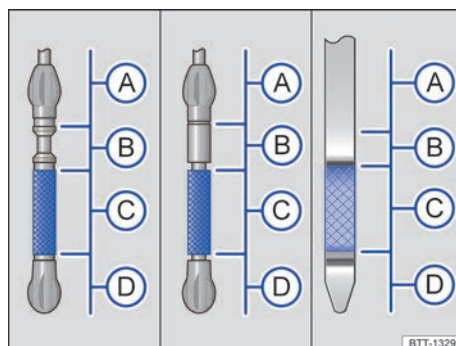
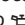

Fig. 299 Marcas del nivel de aceite del motor en la varilla de medición del nivel de aceite (variantes).
Fig. 300 En el vano motor: tapa de la boca de llenado de aceite del motor (representación esquemática).
Si se somete el motor a grandes esfuerzos (p. ej., si se realizan largos recorridos por autopista en verano, se circula con remolque → pág. 324 o se atraviesan puertos de alta montaña), el nivel de aceite debería encontrarse en la zona superior permitida de → fig. 299 .
Leyenda de la fig. 299:
4. Localice la boca de llenado de aceite del motor y la varilla de medición del nivel de aceite. La boca de llenado se reconoce por el símbolo  que hay sobre la tapa → fig. 300, y la varilla de medición, por su extremo superior de color. Si no tiene claro dónde se encuentran la tapa y la varilla de medición, acuda a un taller especializado.
7. Extraiga nuevamente la varilla de medición y compruebe en ella el nivel de aceite → fig. 299 tal y como sigue:
- (A) El nivel de aceite del motor está demasiado alto. Dado el caso, tenga en cuenta los mensajes que se muestran en la pantalla del cuadro de instrumentos y **avise a un taller especializado** → .
- (B): **No añada aceite del motor** → . Continúe en el paso 16.
- (C) El nivel de aceite del motor es correcto. Se puede añadir aceite hasta el **límite superior de esta zona** si, p. ej., se somete el motor a grandes esfuerzos → fig. 299. Continúe en el paso 8 o 16.
- (D) El nivel de aceite del motor está demasiado bajo. **Añada sin falta aceite del motor**. Continúe en el paso 8.
9. Desenrosque la tapa de la boca de llenado de aceite → fig. 300.
13. Al final del proceso, el nivel de aceite debería encontrarse por el centro de la zona → fig. 299 (C). El nivel de aceite no debería encontrarse en la zona → fig. 299 (B), por encima de → fig. 299 (C), y no deberá encontrarse nunca en la zona → fig. 299 (A) → .
14. Si por descuido ha añadido demasiado aceite y el nivel se encuentra en la zona → fig. 299 (A), **no ponga el motor en marcha**. Avise a un taller especializado y, dado el caso, solicite la ayuda de personal especializado.
- Si por descuido ha añadido demasiado aceite del motor y el nivel se encuentra en la zona → fig. 299 (A), no ponga el motor en marcha. Avise a un taller especializado y, dado el caso, solicite la ayuda de personal especializado. ¡De lo contrario podrían dañarse el catalizador y el motor!
El nivel de aceite del motor no deberá encontrarse nunca por encima de la zona → fig. 299 (B). De no ser así, podría aspirarse aceite por el respiradero del cárter del cigüeñal y llegar a la atmósfera a través del sistema de escape.